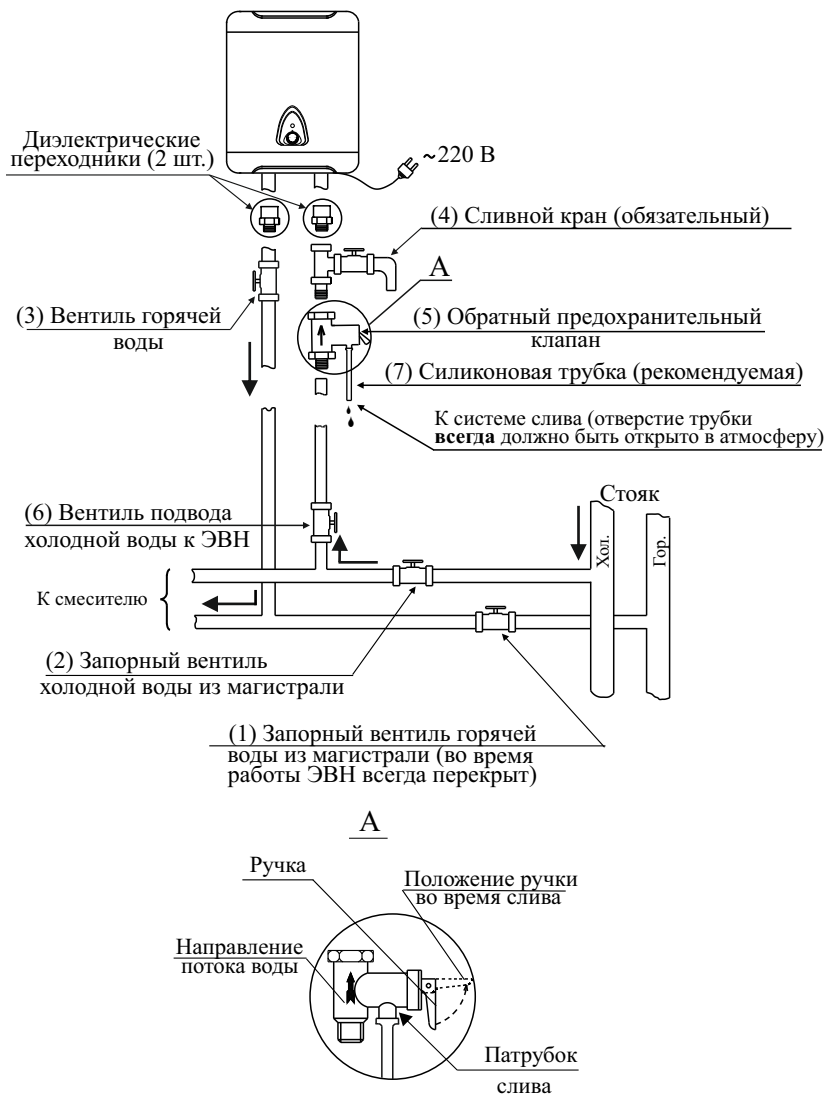

Рисунок 4 - Схема подключения к водопроводной сети
Подключение входа и выхода ЭВН к магистральным трубам холодной и горячей воды (см. рис. 4) обязательно должно осуществляться через **диэлектрические переходники**.
- Заполните ЭВН водой. Для этого перекройте запорный вентиль горячей воды из магистрали (1), закройте сливной кран (4), откройте запорный вентиль холодной воды из магистрали (2), вентиль подвода холодной воды к ЭВН (6), вентиль горячей воды (3) и кран горячей воды на смесителе. ЭВН заполнен, когда из крана горячей воды на смесителе начнет вытекать, с полным напором, вода. Закройте кран горячей воды на смесителе (см. рисунок 4).
- При необходимости полного слива воды из ЭВН (например, при профилактике) надо отключить ЭВН от электрической сети, перекрыть вентиль подвода холодной воды к ЭВН (6), вентиль горячей воды (3) должен быть открытым, открыть кран горячей воды на смесителе и сливной кран (4), через который и слить воду (см. рисунок 4).